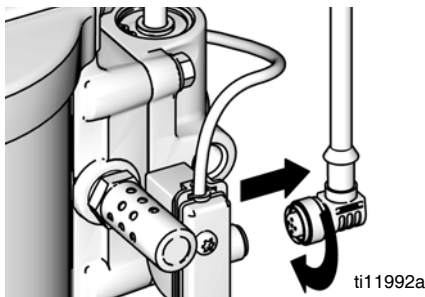

FIG. 10. Scollegare DataTrak
1. Svitare il cavo dal retro del gruppo dell'interruttore a lame. Consultare FIG. 10.